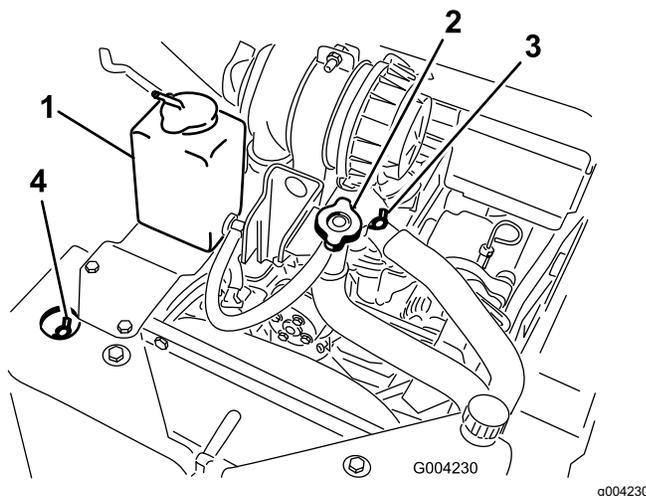

**Figura 50**
3. Verifique o nível de líquido de arrefecimento do depósito de expansão (**Figura 50**).